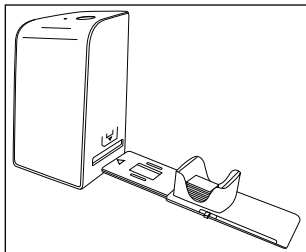

Bild 2
- ◆ För in diabildsmagasinet **6** med observationsfönstret först i det högra facket **4**. Kontrollera att triangelmärket sitter framtill och är synligt (se bild 2).